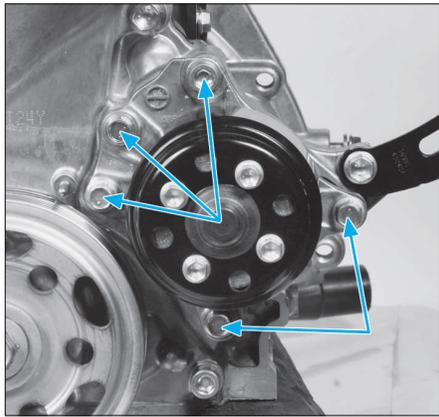

FIG. 27
- Déposer la pompe à eau et son joint (Fig.27).